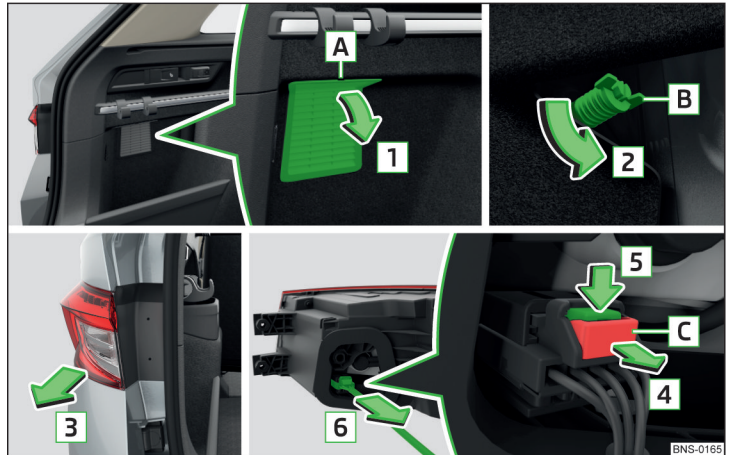

Fig. 377 Démontage des lampes / retrait de la fiche
- Tirez sur la roue à main **A** dans le sens de la flèche **1** » fig. 377.
- › Décalez le connecteur dans le sens inverse de la flèche **6** » fig. 377 dans l'éclairage.
- › Visser l'écrou **B** dans le sens opposé de la flèche **2** » fig. 377.